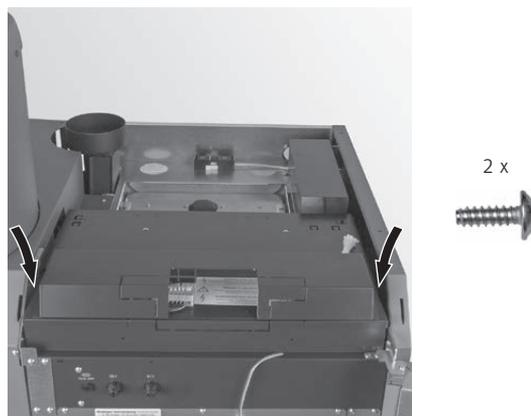

Fig. 93 Avvitare la copertura con 2 viti autofilettanti
► Avvitare la copertura con 2 viti autofilettanti – Fig. 93.